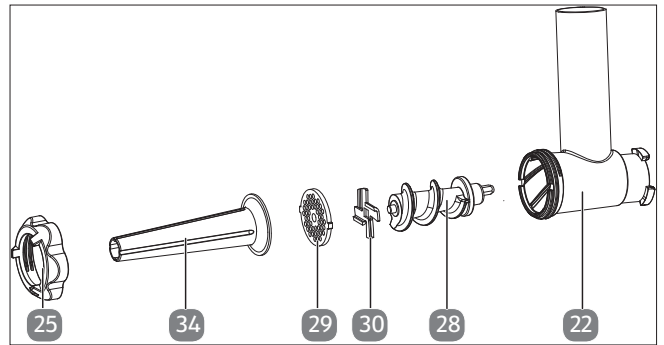

Fig. 20 – Elaborar picados/salchichas
1. Para picar trozos de carne y elaborar salchichas en una sola operación, monte la picadora de carne con el disco de cuchilla perforado y la cuchilla en cruz con los bordes afilados hacia fuera en dirección al eje y al relleno de salchichas (véase Fig. 20).